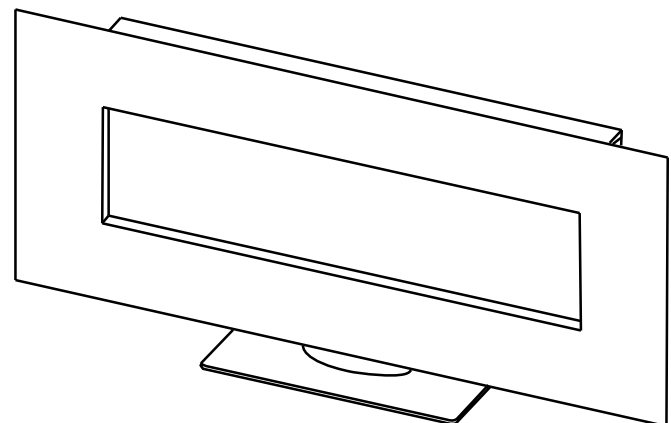

Fig. 3-6
- F. Vérifiez si le stand en verre est correctement fixé. Assurez-vous que l'appareil est droit et immobile (**Fig. 3-6**).